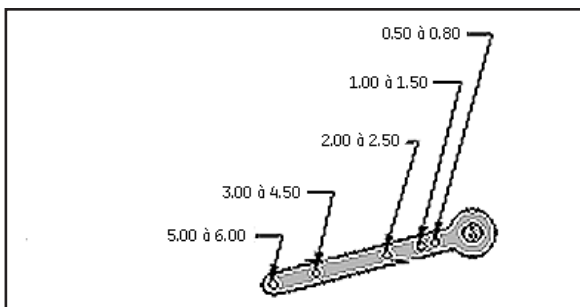

Figure 15 Paramètres de course
3. Régler les extrémités de la tige et les supports à la course et à la taille de l'actionneur. Le réglage par défaut est une course de 4.00 po. Les autres paramètres de course sont ceux indiqués Figure 15.